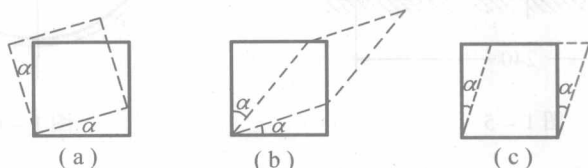

图 1-7
3. 如图 1-7 所示三个单元体, 虚线表示其受力的变形情况, 则单元体(a) 的剪应变  $\gamma_a =$  \_\_\_\_\_; 单元体(b) 的剪应变  $\gamma_b =$  \_\_\_\_\_; 单元体(c) 的剪应变  $\gamma_c =$  \_\_\_\_\_。